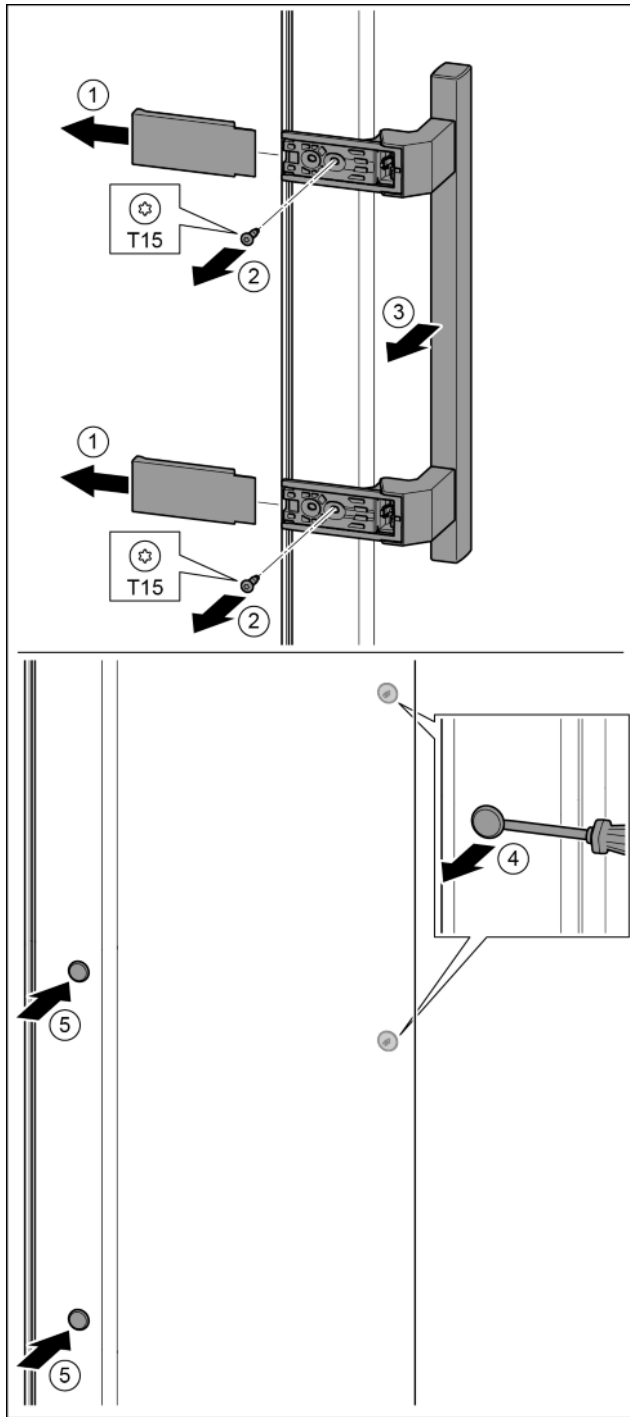

Fig. 36
- ▶ Húzza le a fedelet. Fig. 36 (1)
- ▶ T15 csavarhúzóval tekerje ki a csavarokat. Fig. 36 (2)
- ▶ Vegye le a fogantyút. Fig. 36 (3)
- ▶ Az oldalsó dugókat egy csavarhúzóval óvatosan emelje meg és húzza ki. Fig. 36 (4)
- ▶ A dugókat helyezze be a másik oldalon. Fig. 36 (5)